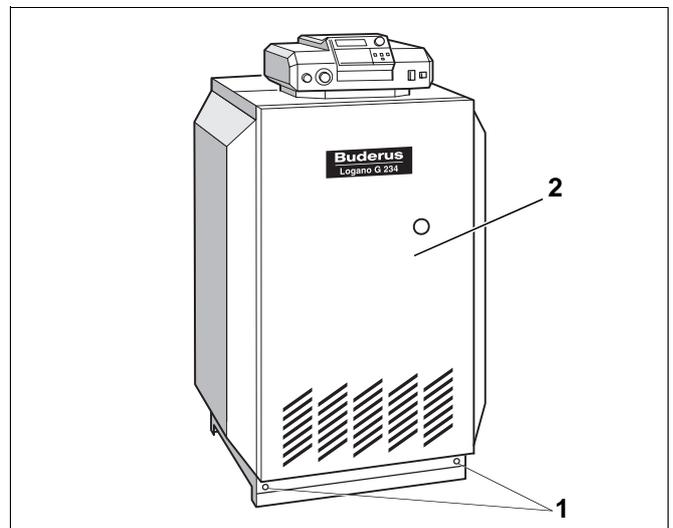

Abb. 34 Logano G234 WS, fertig montiert
- Kesselvorderwand (Abb. 34, **Pos. 2**) einhängen.
- Sicherungsschrauben (Abb. 34, **Pos. 1**) links und rechts in die Seitenwände eindrehen.